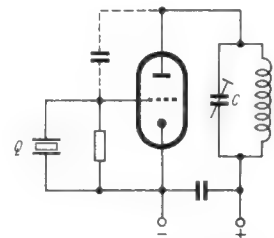
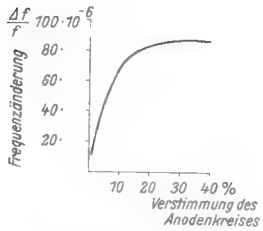

Bild 5. Die Pierce-Schaltung (Huth-Kühn-Schaltung)
Bild 7. Frequenzverstim-
1. Pierce-Schaltung (Huth-Kühn-Schaltung Bild 5.
Verlauf des Anodenstromes mit der Abstimmung des Anodenkreises Bild 6. Auf flach ansteigenden Ast einstellen, damit die Schwingung bei Schwankungen der Betriebsspannung nicht abreißt. Typischer Verlauf der Frequenz bei Verstimmung des Anodenkreises Bild 7. Um diese Frequenzverwerfung zu vermeiden, wird der Anodenkreis durch eine Drossel ersetzt. Die erzielbare Hf-Ausgangsspannung ist dann geringer. Für die Gitterableitung ist in Bild 5 ein Widerstand gezeichnet, der gleichzeitig zur Gittervorspannungserzeugung dient. Dämpft er den Quarz zu sehr, so kann eine geeignet bemessene Drossel in Reihe geschaltet werden.